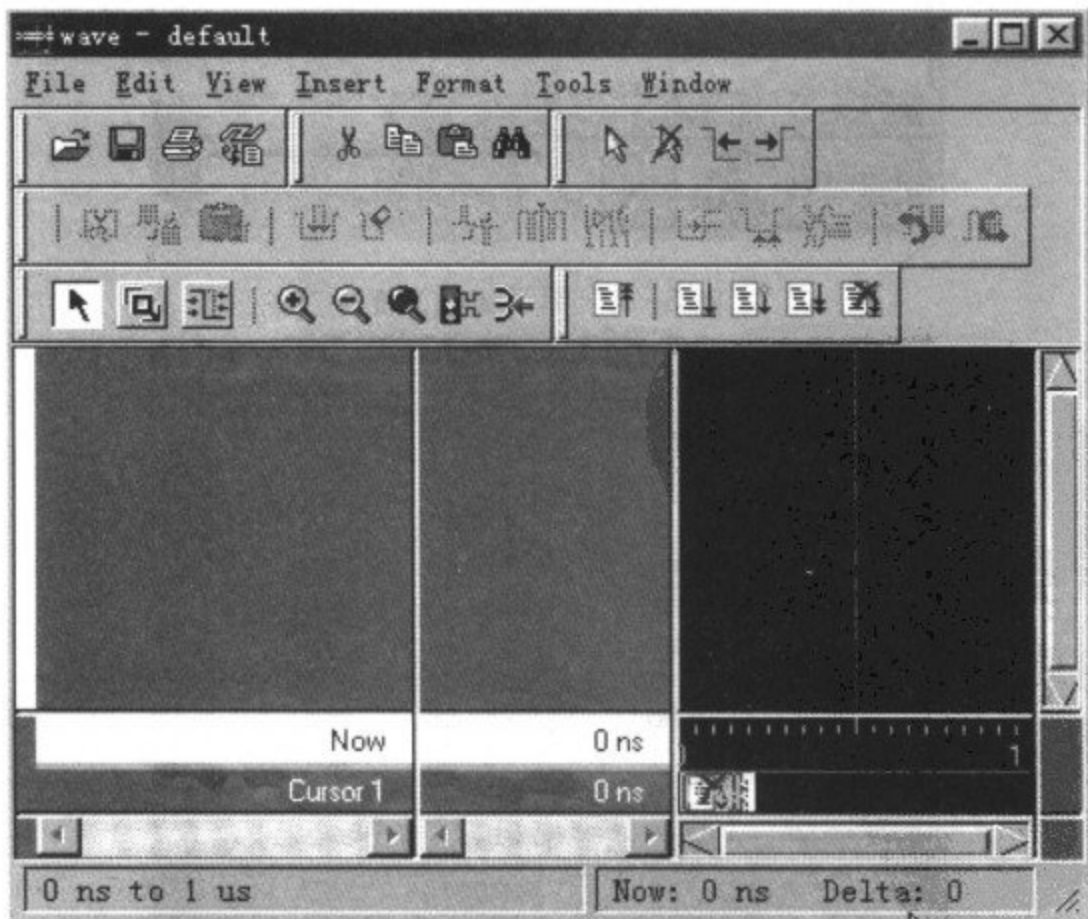

图 3-76 波形窗口
(1)单击菜单栏 View→Debug Windows→Wave ,打开波形窗口,如图 3-76 所示。